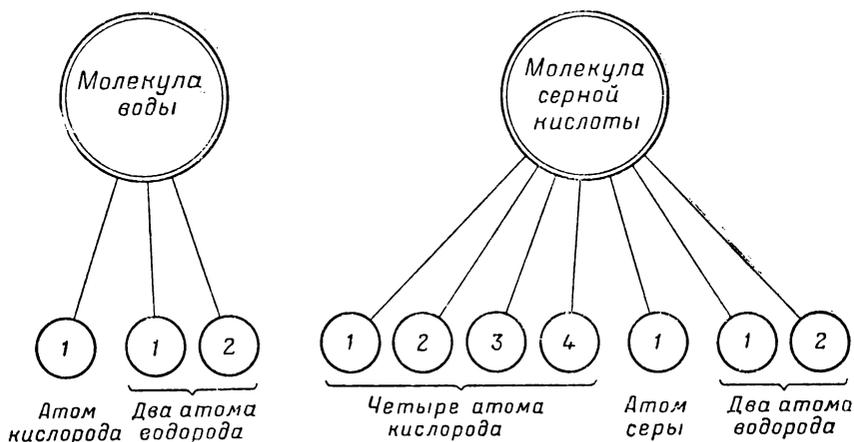

Рис. 1. Состав молекулы воды и серной кислоты
**Атом** — это мельчайшая частица вещества, обладающая всеми свойствами этого вещества. Возьмем для примера воду. Ее молекула будет наименьшей частичкой, имеющей свойства воды. Если мы начнем делить эту частичку, то она потеряет свойства воды и распадется на два атома водорода и один атом кислорода. Молекула серной кислоты при делении распадается на два атома водорода, один атом серы и четыре атома кислорода (рис. 1).